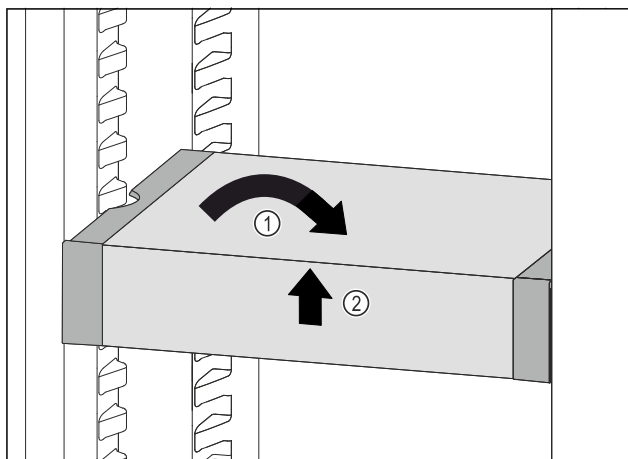

Fig. 85
- ▶ VarioSafe postavte rovno. Fig. 85 (1)
- ▶ VarioSafe nadvihnite vpredu. Fig. 85 (2)